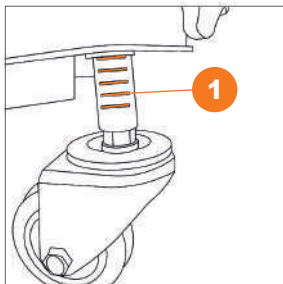

Рис. 12
- По мере истирания щетки производите регулировку прижима. Регулировку осуществляйте при помощи регулировочных колес (Рис. 12), после регулировки щетка должна слегка касаться убираемой поверхности равномерно по всей своей длине, не допускайте перекосов при регулировке, используйте специальные метки на штанге регулировочного колеса.